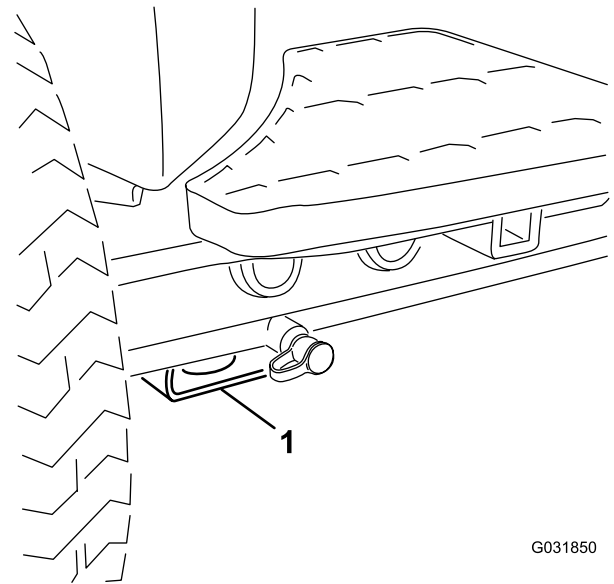

Figura 36
- Delantero – bloque rectangular, debajo del tubo del eje, al interior de cada rueda delantera (Figura 36).